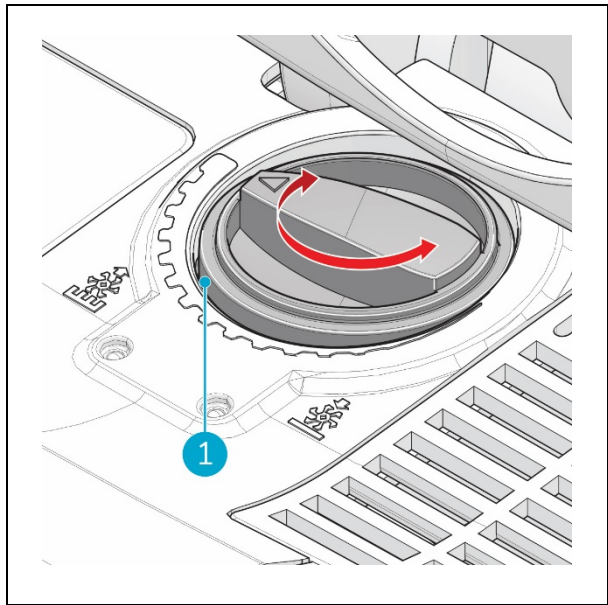

Figura 17
Gira el mando de ajuste de altura (Figura 17, pos. 1) para modular la altura del cepillo giratorio.